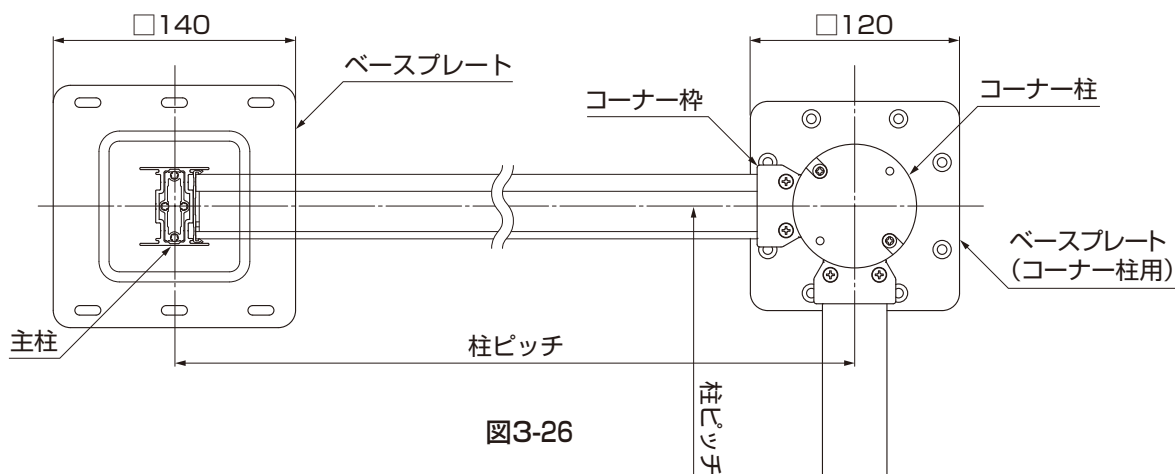

図3-26
- ②主柱のベースプレートと、コーナー柱のベースプレート(コーナー柱用)が芯-芯でならぶように配置し、柱の固定位置を決めてください。(図3-26参照)